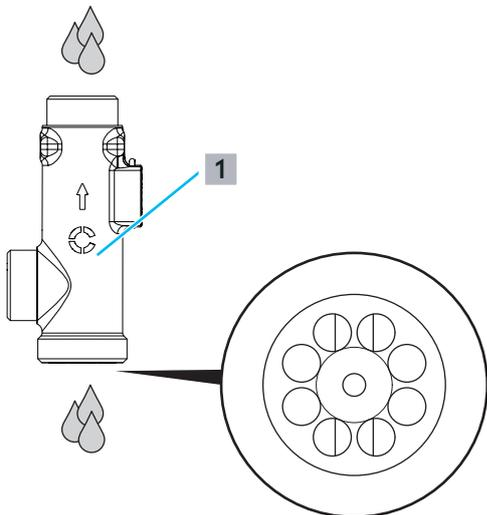

Abb. 40: Volumenstromsensor unter fließendem Wasser reinigen
- 8 Halten Sie das Gehäuse des Volumenstromsensors ((1) in Abb. 40) entgegengesetzt zur Durchflussrichtung unter fließendes Wasser, um Rückstände wie z. B. Hanfreste zu entfernen und die Einschubturbine zu reinigen.